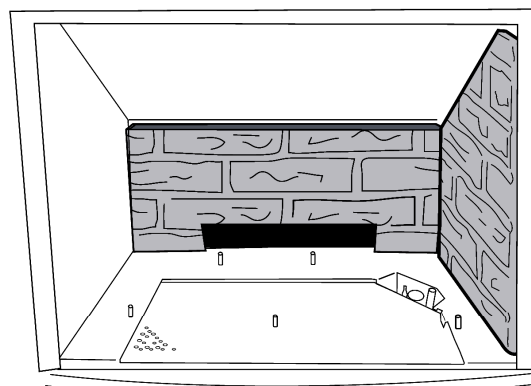

Figure 50. Installation d'un panneau latéral
5. **Installez un panneau latéral.** Inclinez le panneau, le bord inférieur d'abord, et appuyez à la paroi latérale. Ce panneau restera debout par lui-même contre la paroi, légèrement inséré entre le panneau arrière et la paroi avant de la chambre de combustion. Fig. 50.